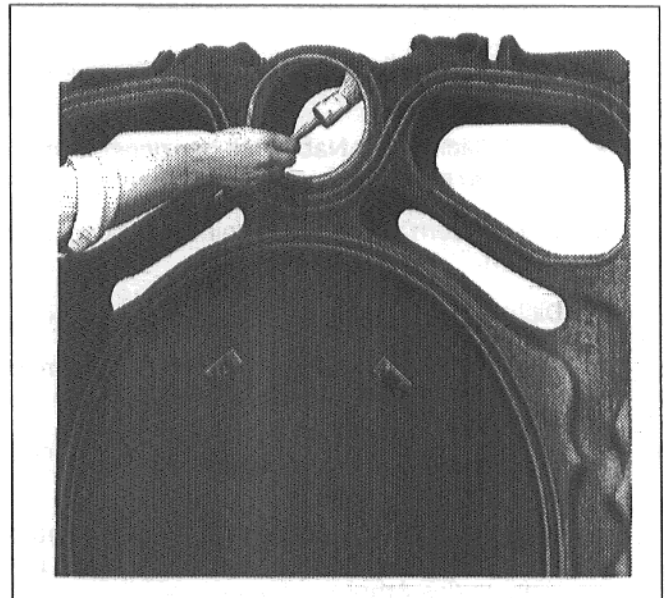

Abb. 11
- Dichtflächen der Naben mit benzingeränkttem Lappen reinigen (Abb. 11).
- Dichtflächen der Naben mit Mennige einstreichen (Abb. 11).